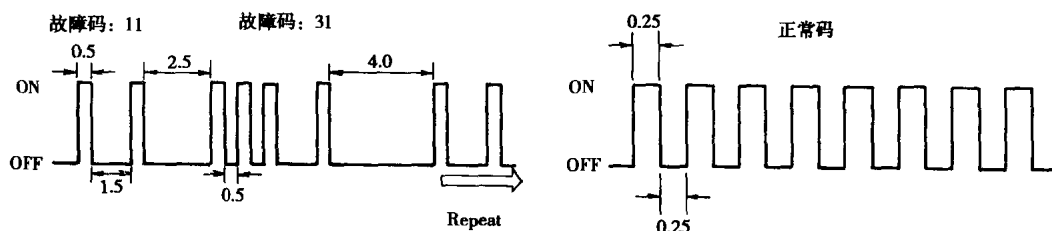

图 1-2-2 故障码闪烁示例
- (4) 若系统有故障, 即会直接闪烁故障码, 如图 1-2-2。